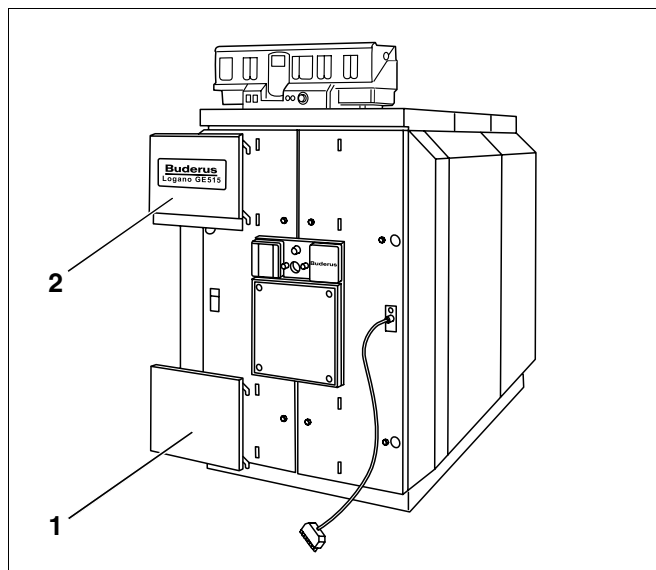

Fig. 57 Accrochage des plaques de la porte brûleur
- Accrocher les plaques de la porte brûleur dans l'habillage de la porte (fig. 57, **pos. 1 et 2**).